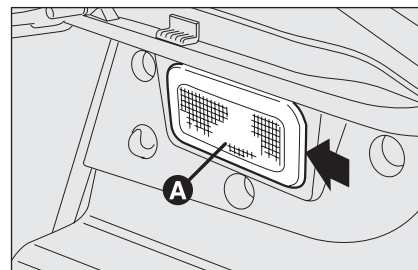

fig. 42
- ☐ enlever le plafonnier **A-fig. 42** en faisant levier sur le point indiqué par la flèche;